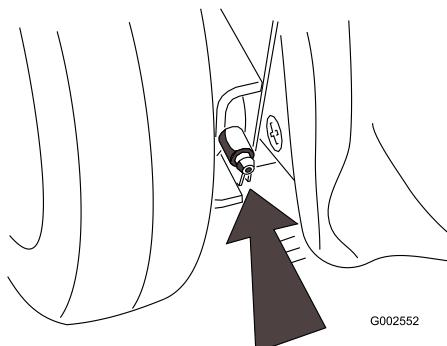

Bild 21
2. Wischen Sie die Schmiernippel mit einem sauberen Lappen ab (Bild 21).